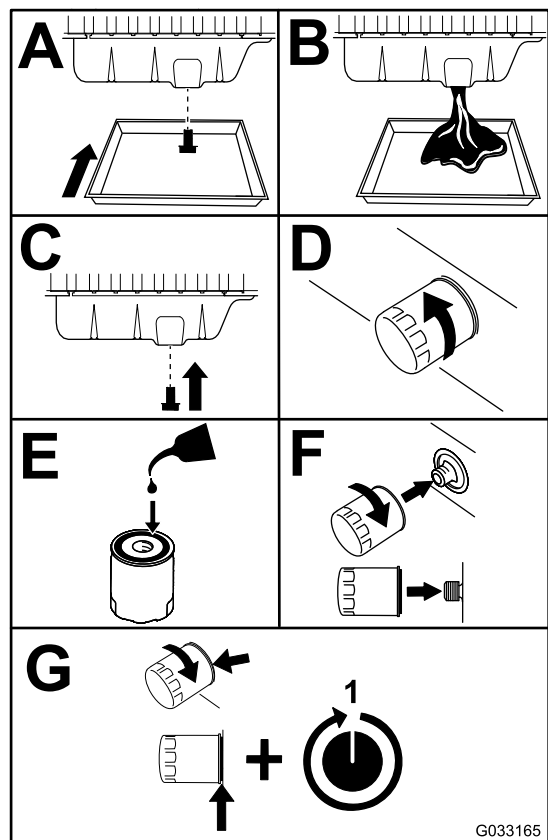

Figura 53
3. Substitua o filtro e o óleo do motor (Figura 53).